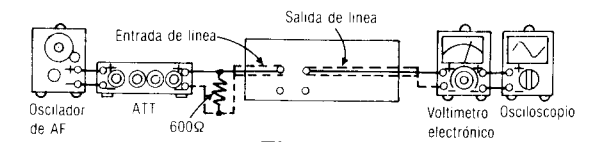

Fig. 6
1. La conexión del equipo de prueba se muestra en la Fig. 6.
6. Si no está dentro de la estándar, ajustar RV3 (CH-I) (RV4 (CH-D)) y repetir el paso (2), (3) y (4) hasta que la salida esté dentro de la estándar.